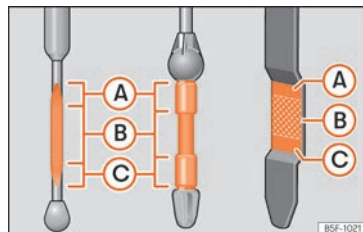

Fig. 304 Jauge d'huile moteur
- Puis retirez-la à nouveau et vérifiez le niveau d'huile »» fig. 304. Faites l'appoint d'huile moteur si nécessaire.
Ne démarrez pas le moteur si le niveau d'huile se trouve au-dessus de la zone »» fig. 304 **A**. Risque d'endommagement du moteur et du catalyseur ! Prenez contact avec un atelier spécialisé.
Le niveau d'huile ne doit en aucun cas dépasser la zone »» fig. 304 **A**. Sinon, de l'huile risque d'être aspirée par l'aération de carter-moteur et parvenir dans l'atmosphère par l'intermédiaire du système d'échappement.